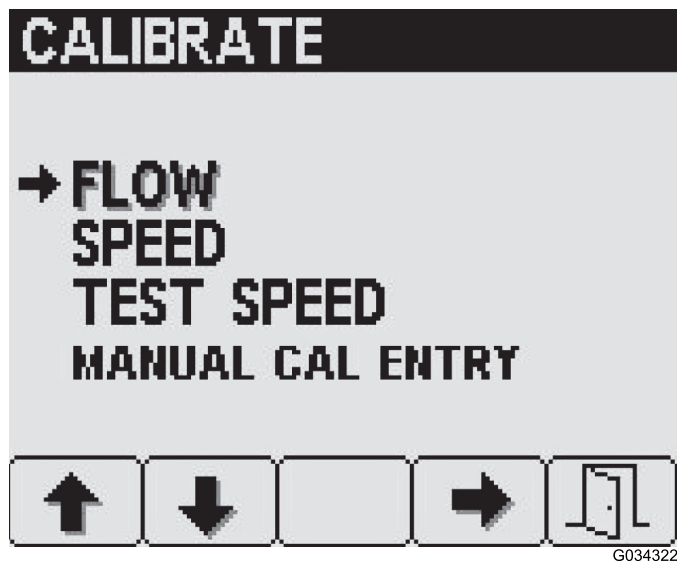

Figure 21
- Pour ouvrir l'écran Débit, appuyez sur le bouton 4 de l'écran Étalonnage (Figure 21) pour sélectionner l'option Débit.
2. Pour ouvrir l'écran Vitesse, appuyez sur le bouton 2 de l'écran Étalonnage jusqu'à ce que l'option Vitesse soit atteinte, et appuyez sur le bouton 4 (Figure 21) pour la sélectionner.